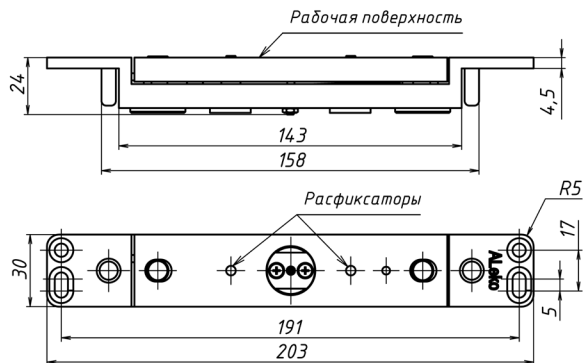

Рисунок 6 - Якорная часть замка ALM-700S
11.2 Рекомендуется периодически (не реже одного раза в шесть месяцев) проводить проверку надежности срабатывания замка и регулировку величины зазоров, а также проверять разблокировку замка при срабатывании расфиксаторов, расположенных в якоря (рисунок 6). При нажатии на толкатель расфиксатора он должен утапливаться в тело якоря и свободно возвращаться в исходное положение.